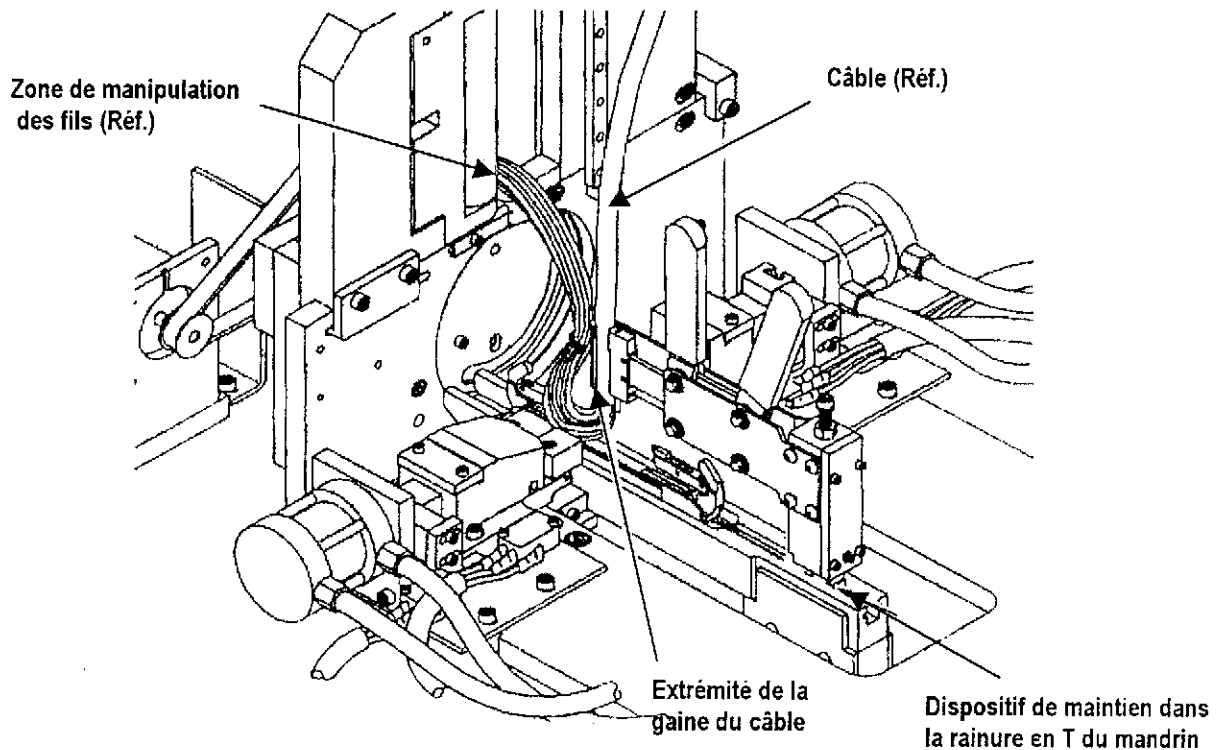

Figure 2
2. Insérer le dispositif de maintien pour câbles dans la rainure en T ainsi que le montre la Figure 2.